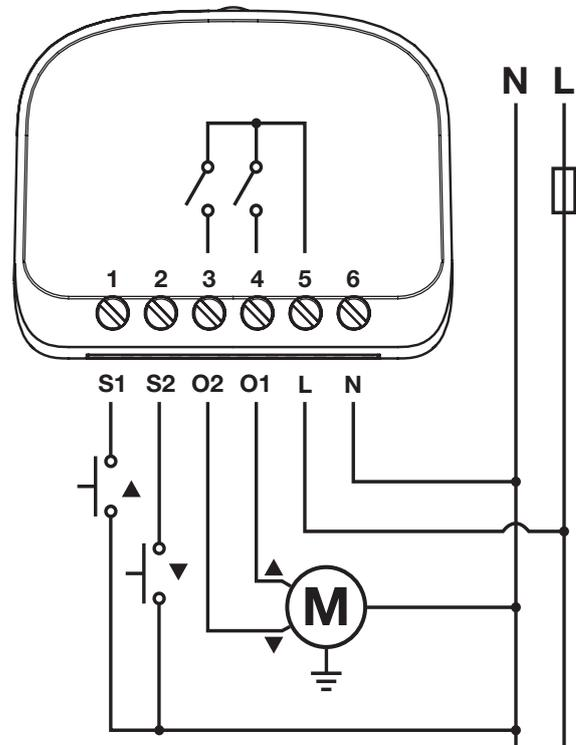

fig.1 Schema di collegamento del BiDi-Shutter
1.	Tenere premuto il pulsante di programmazione (fig. 1).
2.	Rilasciare il pulsante di programmazione (fig. 1) quando il LED si illumina di rosso (1a posizione).
2.	Rilasciare il pulsante di programmazione (fig. 1) quando il LED si accende di colore arancione (2ª posizione).
3.	Premere il pulsante di programmazione (fig.1) per un numero di volte corrispondente al comando richiesto: 1 = passo a passo, 2 = vai alla posizione livello 5%, 3 = vai alla posizione livello 25%, 4 = vai alla posizione livello 50%, 5 = vai alla posizione livello 75%, 6 = Su, 7 = Giù, 8 = Stop, 9 = Tenere premuto Giù, 10 = Tenere premuto Su).
2.	Rilasciare il pulsante di programmazione (fig. 1) quando il LED si illumina di blu (terza posizione).